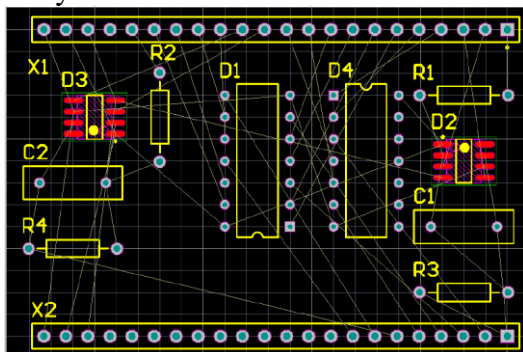

Рис. 29. Пример размещения компонентов на плате
8. Разместить наиболее оптимально ЭК на плате посредством перемещения корпусов мышкой (захватывать следует сам компонент, а не его позиционное обозначение или контактную площадку), при необходимости корпуса можно разворачивать (шаг сетки при размещении должен быть 2,5 мм). Во время размещения можно пользоваться интуитивной подсказкой в виде линий связи, цвет которой меняется от красного к зеленому. Зеленый цвет говорит об уменьшении суммарной длины цепей, отходящих от выбранного компонента. Цвет корпуса должен быть желтым, зеленый цвет корпуса сообщает о нарушении (например, о наложении корпусов друг на друга). При размещении удобно использовать панель PCB>>PCB. В ней нужно открыть Components, Top Side Components, и, вытаскивая по позиционным обозначениям компоненты из списка, располагать их внутри контура платы. Пример размещения представлен на Рис. 29.